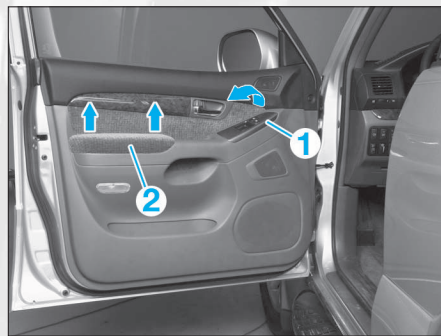
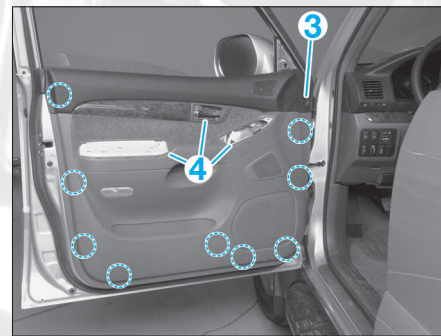
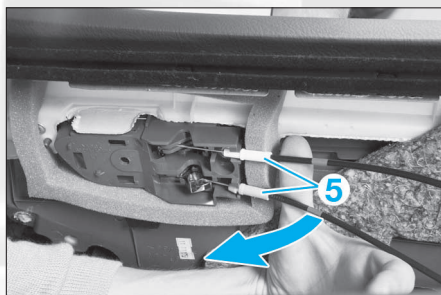

FIG. 44
FIG. 45
FIG. 46
- Dégrafer le module des contacteurs de vitre électrique (1) (**Fig.44**).
- Déclipser l'accoudoir (2)
- Déposer l'agrafe (3) (**Fig.45**).
- Déposer les vis de fixation (4).
- Désolidariser les câbles (5) (**Fig.46**) de la garniture de porte avant.